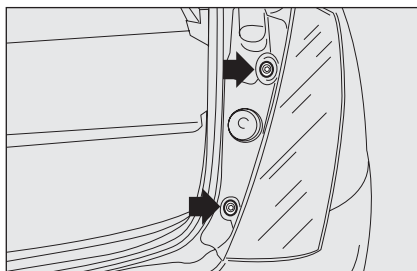

fig. 27
- dévisser les vis de fixation et enlever le groupe optique **fig. 27**;